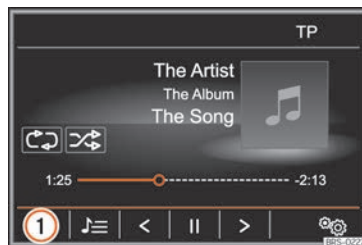

Fig. 211 Menu principale MEDIA
• **OPPURE**: Nel menu principale **MEDIA** premere il tasto di funzione **»» fig. 211 1** e selezionare la sorgente multimediale desiderata.